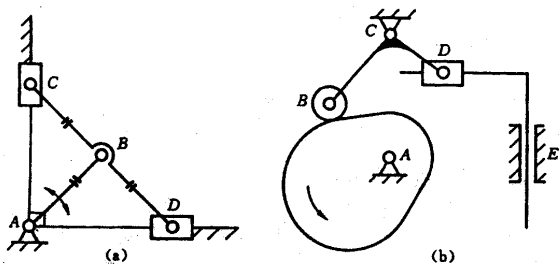

图 1-4
6. 计算图 1-4 所示机构的自由度，若有复合铰链、局部自由度及虚约束，请指出。